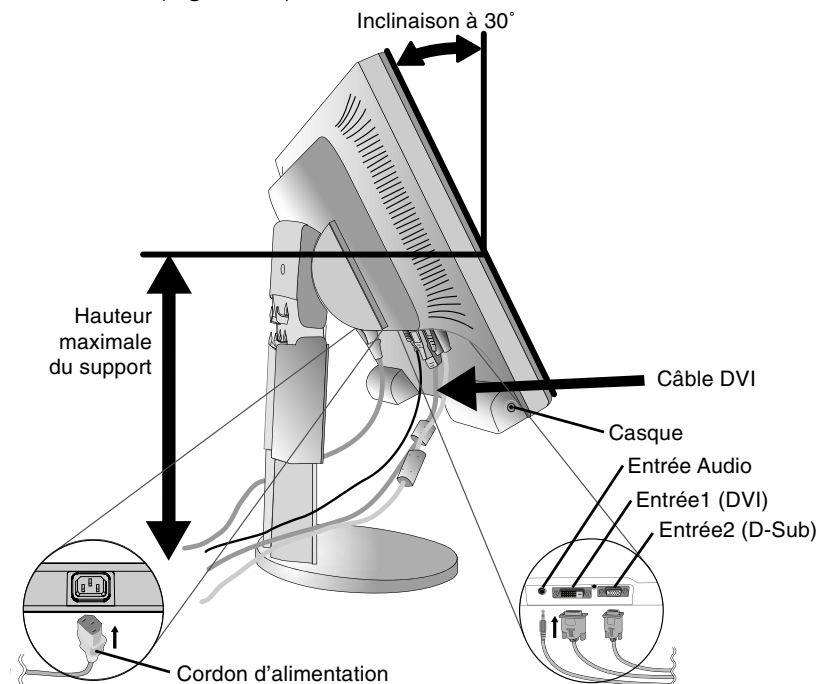

Figure C.1
3. Placez les mains de chaque côté du moniteur pour incliner l'écran LCD de 30 degrés et levez cette dernière jusqu'à la position la plus haute (**Figure C.1**).
4. Branchez tous les câbles aux prises appropriées (**Figure C.1**). Branchez les écouteurs (non fournis) au connecteur approprié sur le côté gauche du moniteur (**Figure C.1**).